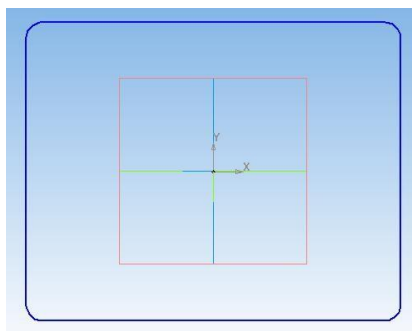

Рис. 2
5. Выберите кнопку **Скругление**  и установите радиус скругления **4.0 мм**. (рис. 2).